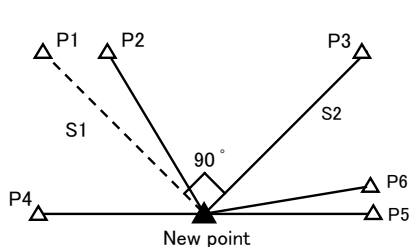

图 1
如图 1 所示，可以选择已知点 P1 和 P3 进行后方交会建站。
- 1) 当选择图 1 中 P1 和 P2 作为已知点建站时，夹角太小，精度会降低；
- 2) 当选择图 1 中 P4 和 P6 作为已知点建站时，夹角太大，精度会降低；